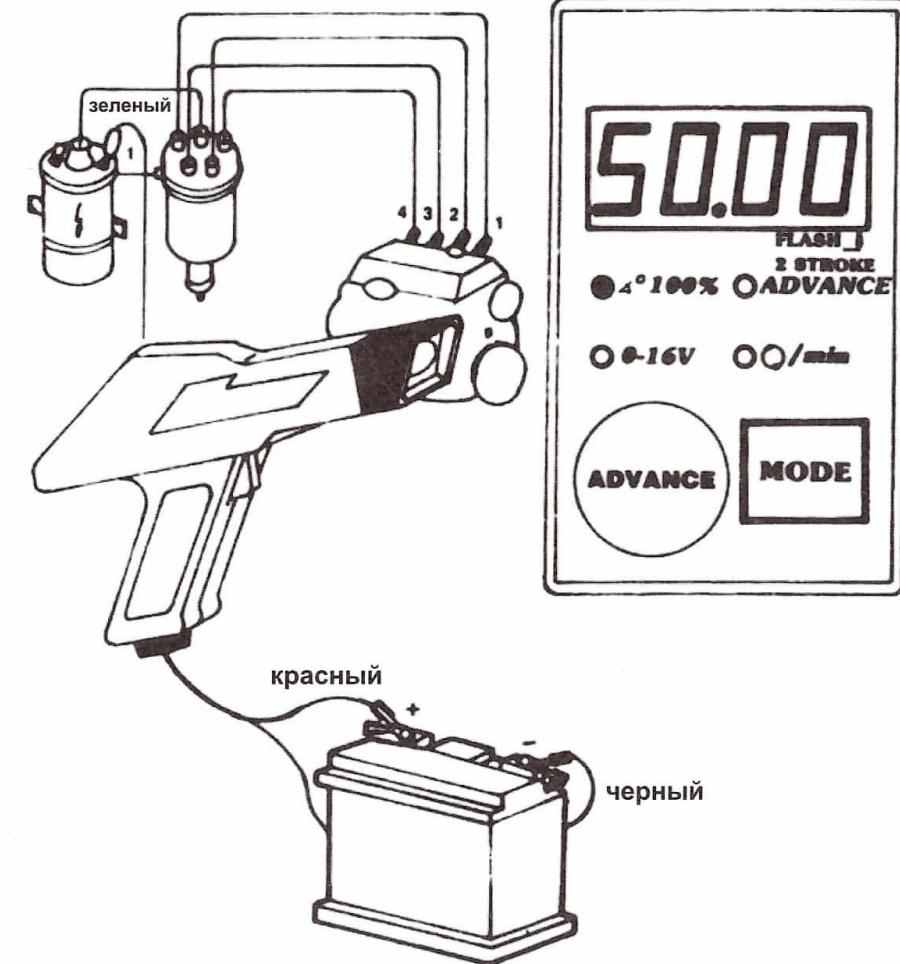

Рисунок 2
1. Для включения индикатора замкнутого состояния, 4° 100% нажмите тактовый переключатель. (См. рис. 2)